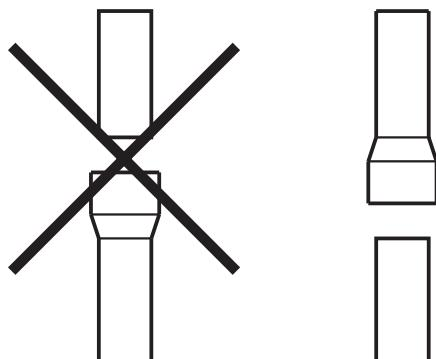

Fig. 5.5.2
- I tubi devono essere collegati con l'attacco femmina verso il basso per garantire la tenuta al fumo e la condensa mediante guarnizione (Fig. 5.5.2 - N = NO, S = SI).
- the pipes must be connected with a female fitting downwards to guarantee it is smoke and condensate tight with a seal (Fig. 5.5.2 - N = NO, S = YES).
- Die Rohre müssen mit der Muffe nach unten angeschlossen werden, damit kein Rauch bzw. Kondenswasser (Dichtung vorsehen) austreten kann (Abb. 5.5.2 - N = NEIN, S = JA).